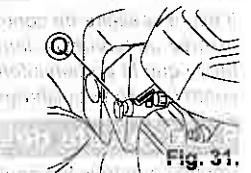

Fig. 31.
- 1 Enlevez le Capuchon de bougie (Q). (Voir Fig. 31.)